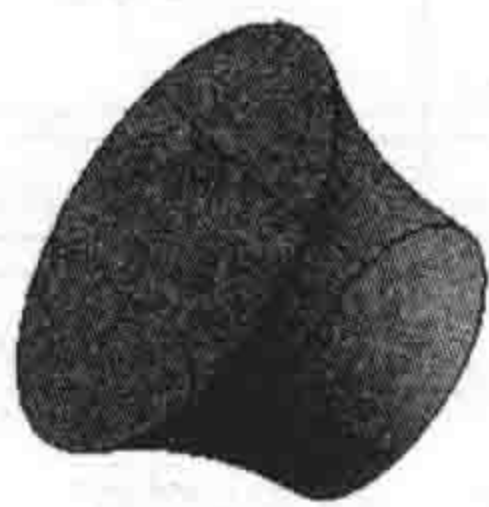
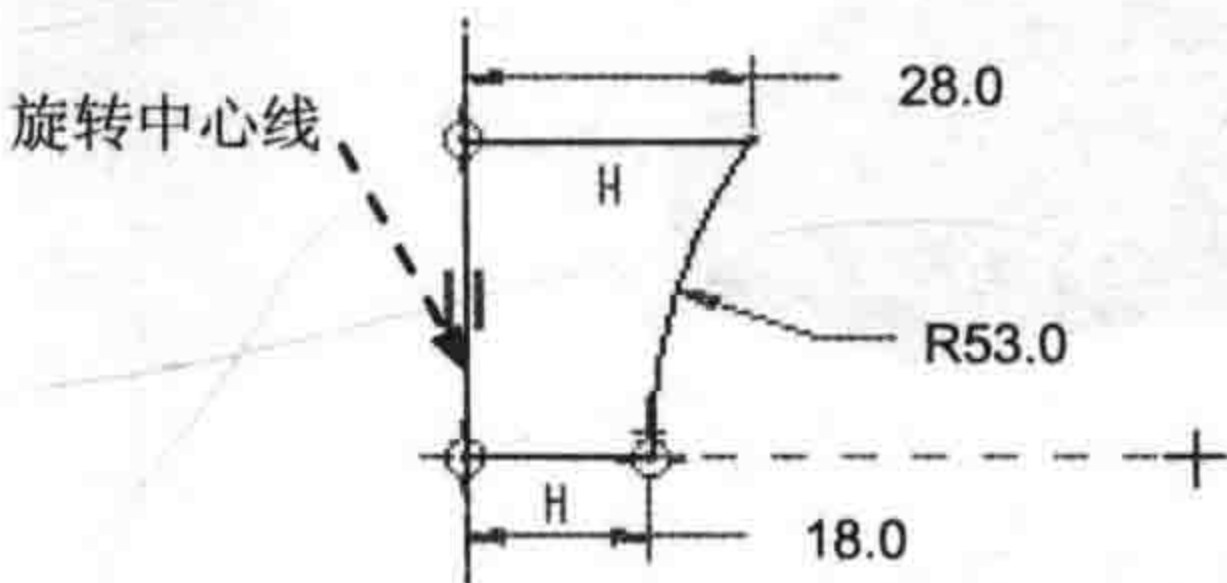

图 1.2 旋转 1
图 1.3 截面草图
- (1) 选择下拉菜单 **文件(F)** → **新建(N)...** 命令（或单击“新建”按钮 ），系统弹出文件“新建”对话框。
- (2) 在此对话框的 **类型** 选项组中选择 ☒ **零件** 单选项。
- (3) 在 **名称** 文本框中输入文件名 INSTANCE_AIR_PIPE。
- (4) 取消 ☐ **使用缺省模板** 复选框中的“√”号，单击该对话框中的 **确定** 按钮。
- (5) 在系统弹出的“新文件选项”对话框的 **模板** 选项组中，选择 mmns_part_solid 模板，单击该对话框中的 **确定** 按钮。
Step2. 创建图 1.2 所示的基础特征——旋转 1。
- (1) 选取命令。选择下拉菜单 **插入(I)** → **旋转(R)...** 命令。
- (2) 在绘图区右击，从弹出的快捷菜单中选择 **定义内部草绘...** 命令；选取 FRONT 基准平面为草绘平面，TOP 基准平面为参照平面，方向为 **顶**；在“草绘”对话框中单击 **草绘** 按钮。
- (3) 绘制图 1.3 所示的特征截面草图（要绘出几何中心线），完成后单击“完成”按钮 .